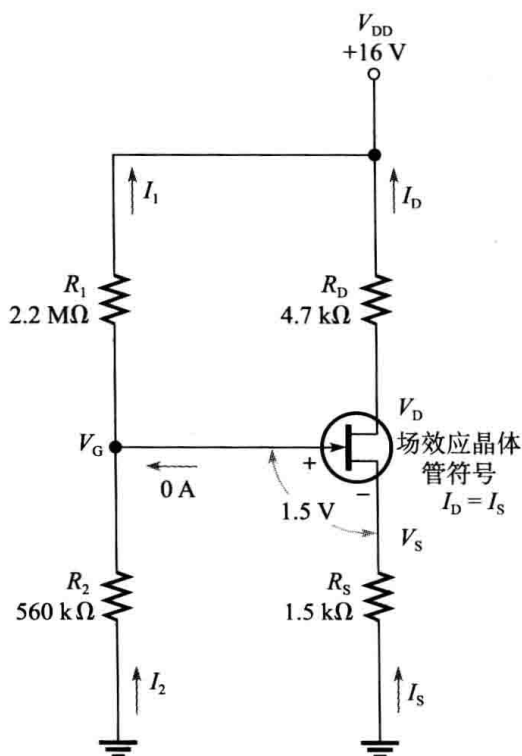

图 6-100
54. 图 6-100 显示了场效应晶体管放大器的直流偏置结构, 偏置是一种常见的保障放大器正常工作的方法, 通过偏置为放大器设置一定的直流电压。虽然目前我们还不熟悉晶体管放大器, 但是, 用已经学过的方法也可以确定电路中的直流电压和电流。
55. 对于图 6-100 所示的电路, 如果 R_1 开路, 试问 V_G 为多大?
56. 对于图 6-100 所示的电路, 如果将 R_1 和 R_2 位置互换, 试问 V_G 为多大?